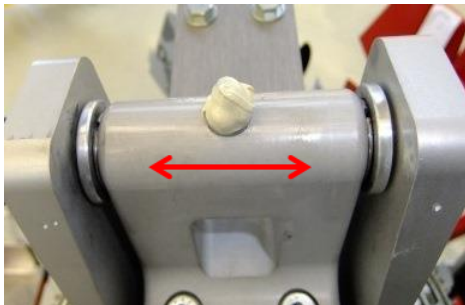

Bild 1
- Prüfen Sie das seitliche Spiel des Teeterblocks im Teeter-Tower (Bild 1). Wenn es größer als 0,2 mm ist, kontaktieren Sie AutoGyro für weitere Unterstützung.